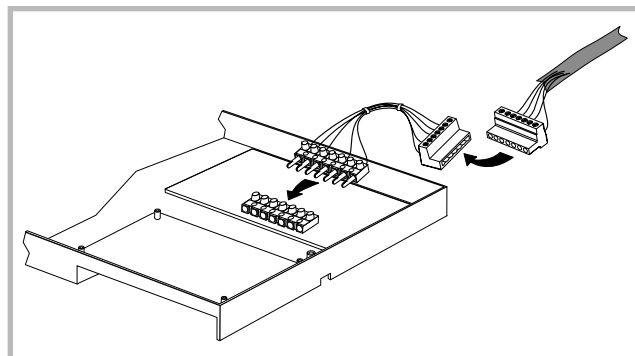

Figure 6 - Sunagaz GXE "3000"
- Brancher le faisceau précâblé sur le connecteur à 7 plots du tableau de contrôle (fig. 6).